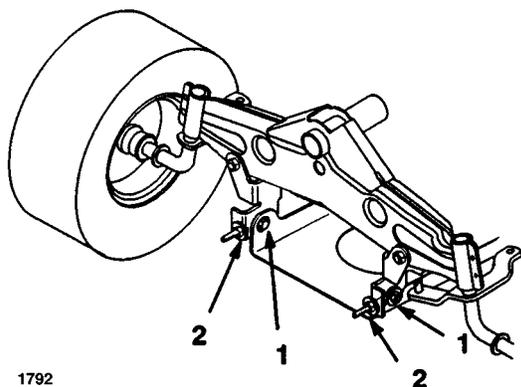

Figure 53
7. Pour régler l'inclinaison avant/arrière des lames, desserrer légèrement les boulons de montage de la plaque pivot avant (Fig. 53).
8. Tourner les contre-écrous sur les boulons à œil pour modifier le réglage (Fig. 53). Pour relever l'avant de la tondeuse, serrer les contre-écrous des boulons à œil; pour l'abaisser, desserrer les contre-écrous.
9. Lorsque les contre-écrous sont réglés de manière uniforme, vérifier à nouveau l'inclinaison avant/arrière. Poursuivre le réglage jusqu'à ce que la pointe des lames avant soit plus basse de 0-9,2 mm par rapport à la pointe des lames arrière (Fig. 53).
10. Quand l'inclinaison avant/arrière correcte est obtenue, serrer les boulons de montage de la plaque pivot (Fig. 53).